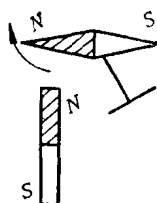

图 6
2) 同极相斥，异极相吸的性质——如图 6，通过实验可知，同性磁极间互相排斥，异性磁极间互相吸引，就是说北极与北极互相有排斥力，南极与南极也相斥；南极与北极则互相吸引。